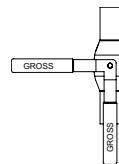

рис. 4
- Шаровые краны GROSS предназначены для использования в качестве запорной арматуры (рабочие положения полностью «открыто» и «закрыто» (рис.4).